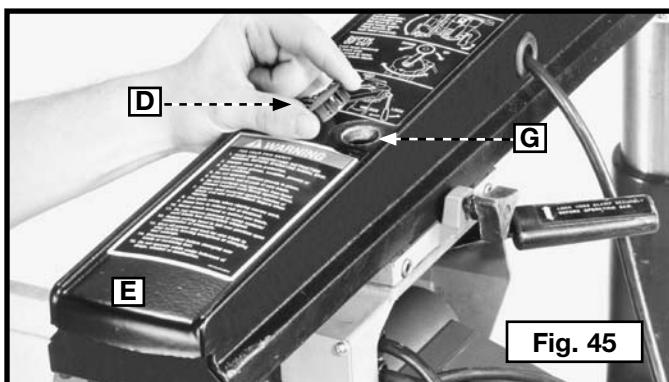

Fig. 45
1. Retire el tapón plástico (D) Fig. 45 de la parte superior del brazo guía (E).